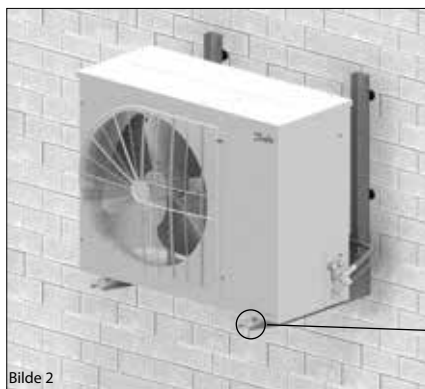

Bilde 1 : Minimum monteringsavstand
- Sikre at det er tilstrekkelig plass rundt enheten for luftsirkulasjon og at dører kan åpnes. Se bilde 1 for minimumsavstand til vegg.